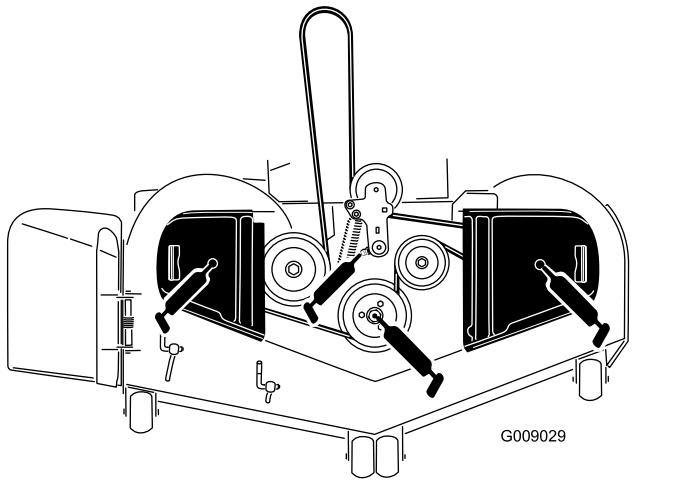

Figura 50
5. Lubrificate il perno della puleggia tendicinghia del piatto di taglio finché non fuoriesce grasso dalla parte inferiore (Figura 50).
6. Ingrassate i 3 cuscinetti del fusello finché il grasso non fuoriesce dalle guarnizioni inferiori (Figura 50).
- Lubrificate il braccio di rinvio della cinghia di trasmissione (Figura 50).